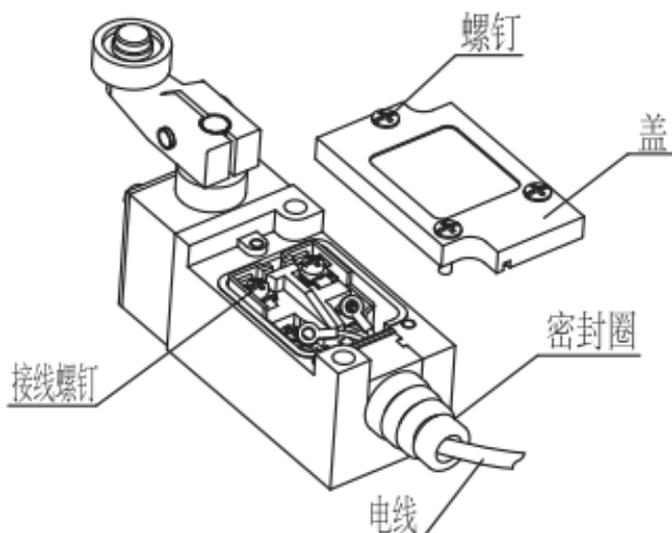
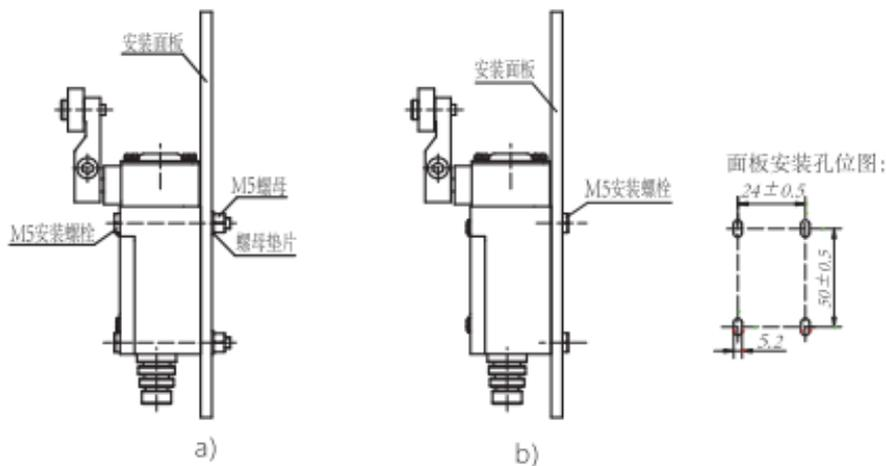

图7:布线示意图
图8:YBLX-HL安装示意图
- 7.2.1 安装：松开盖螺钉→按图7布线→拧紧盖螺钉（电线密封圈必须正确装配到位）→按图8安装,安装可采用a)或b)。